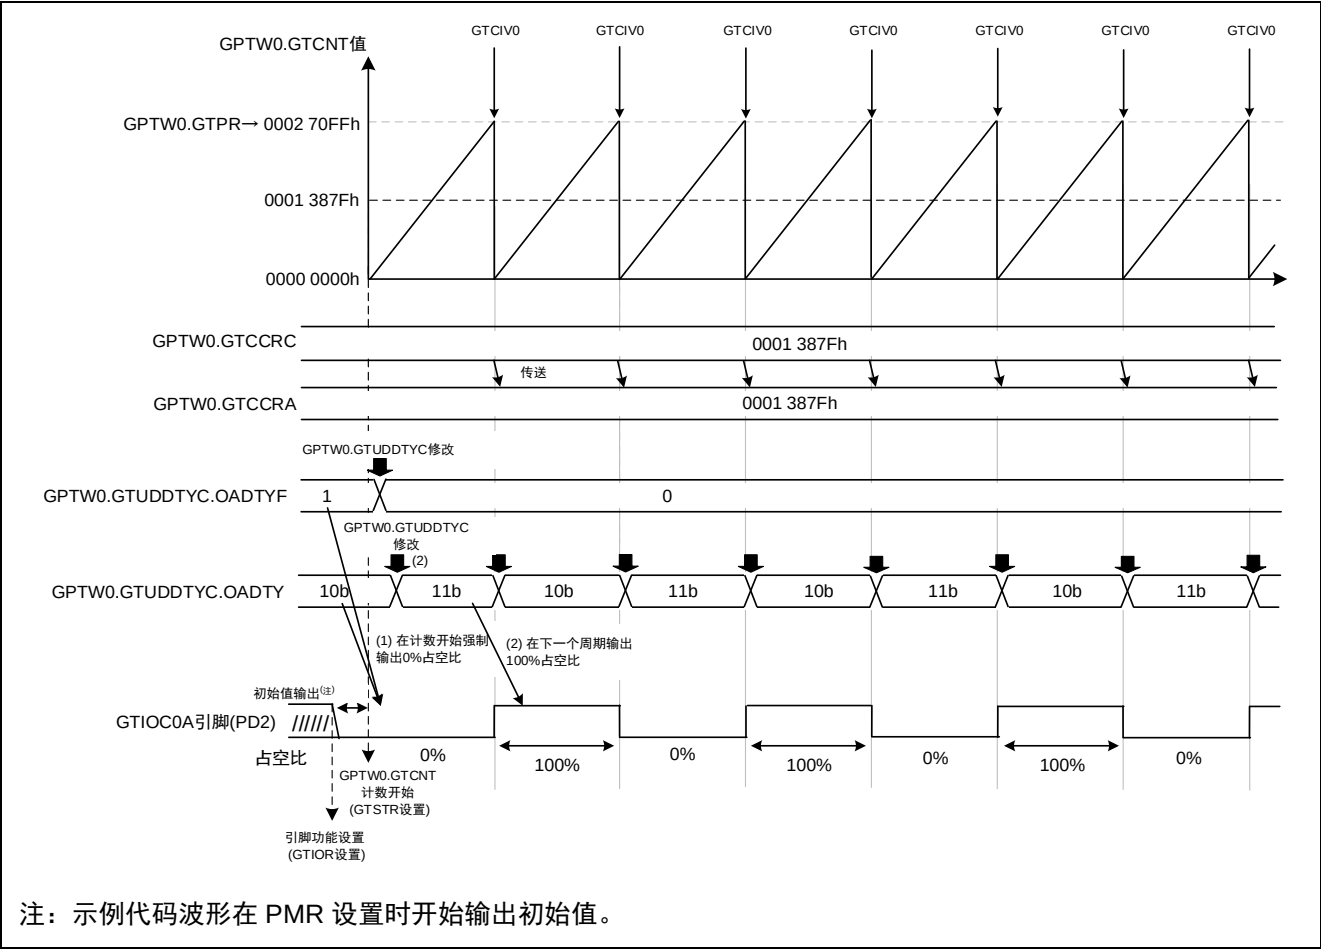

图 4.97 示例代码运行
- 关于占空比改变的时间的详细信息，请参考图 4.97
示例代码的运行如图 4.97 所示。在 GTCNT 计数器溢出中断（GTCIV0）中通过修改 GTUDDTYC 寄存器的值，每个周期的占空比在 0%和 100%之间交替。